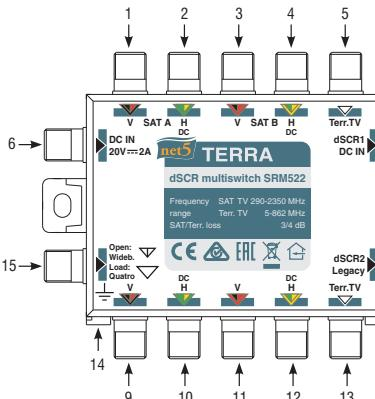

Рис. 1. Внешний вид мультизвича
Конфигурацию мультизвича SRM522 можно изменить с входного режима IF широкополосного спутникового конвертера Ку-диапазона на входной режим IF Quattro спутникового конвертера Ку-диапазона (SAT A, LNB LO=9750 MHz и LOhigh=10600 MHz), подключив к конфигурируемому входу нагрузку 75 Ω до включения питания (см. Рис. 1, поз. 15).
1. Мультизвич питается от местного источника (20 V) через входной разъем постоянного тока (см. Рис. 1, поз. 6) и передает постоянный ток в магистральные линии H. (Рекомендуется использовать блок питания PS20F 20 V).	Рекомендуется в качестве первоочередного варианта. ПРЕДУПРЕЖДЕНИЕ: При подключении магистральных линий H не перегружайте источник питания. Проверьте общее потребление энергии системы мультизвича и от H магистральных линий (включая все другое подключенное оборудование). Проверьте, является ли напряжение 20 V допустимым для всех остальных компонентов системы , подключенных к линиям H. ЕСЛИ ЭТО НАПРЯЖЕНИЕ НЕ ЯВЛЯЕТСЯ ДОПУСТИМЫМ, КОМПОНЕНТАМ МОЖЕТ БЫТЬ НАНЕСЕН ЗНАЧИТЕЛЬНЫЙ ВРЕД! Примечание: Все магистральные линии оснащены пропусканием ПТ.
3. Мультизвич питается от dSCR1/DC IN или dSCR2/Legacy выходов (абонентских) (см. Рис. 1, поз. 7, 8). Мультизвич и оборудование, подключены к магистральным линиям H, запитаны непосредственно от приемников.	ПРЕДУПРЕЖДЕНИЕ: МУЛЬТИЗВИЧ ПОТРЕБЛЯЕТ ТОК И ЭНЕРГИЮ ОТ ВЫХОДА С САМЫМ ВЫСОКИМ НАПРЯЖЕНИЕМ! Подключенные к абонентским выходам приемники должны обеспечивать достаточную мощность питания мультизвича и всего оборудования, подключенного к магистральным линиям H. В противном случае см. ниже.
4. Мультизвич питается от dSCR1/DC IN выхода через устройство подачи питания dSCR. (см. Рис. 1, поз. 7). (Рекомендуется использовать модель PI012)	Этот режим подобен режиму 1. Мультизвич и оборудование, подключенное к магистральным линиям H, запитаны через устройство подачи питания dSCR с пропусканием 22 kHz, подключенным к любому выходу dSCR. Используйте выход dSCR1, если Legacy приемника подключен к выходу dSCR2/Legacy. ПРЕДУПРЕЖДЕНИЕ: Не превышайте допустимую нагрузку по току устройства ввода питания и выходов dSCR (не более 800 mA). ПЕРЕГРУЗКА ПО ТОКУ МОЖЕТ ПРИВЕСТИ К ЗНАЧИТЕЛЬНОМУ ПОВРЕЖДЕНИЮ!